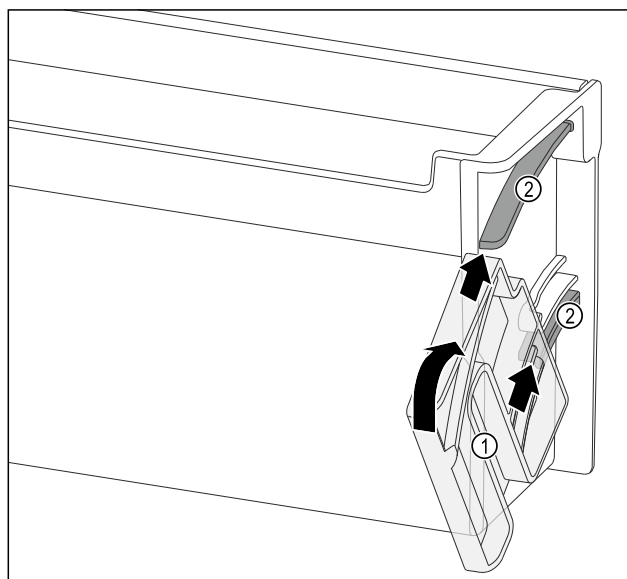

Fig. 96
- Draai-eenheid Fig. 96 (1) zo positioneren dat de uitsparingen exact tegenover de geleidingskanalen Fig. 96 (2) van het deurrek liggen.
- Draai-eenheid Fig. 96 (1) in de aangegeven richting draaien.